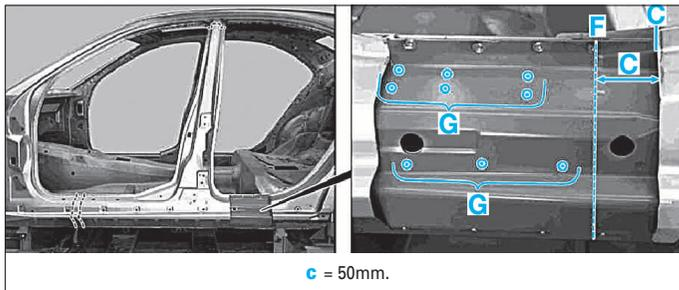

FIG. 59
- Fraiser les points de soudure zone (G) (Fig.59).